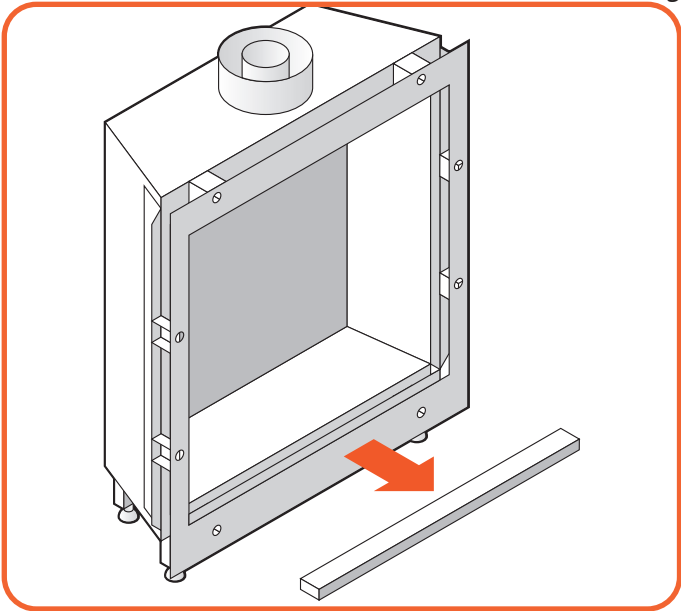

Abb. 9.6 Abneme die untere Verkleidung
- Nehmen Sie die untere Verkleidung ab (Abbildung 9.6).
- Lösen Sie die Gurte die die Scheibe halten (Abbildung 9.6).